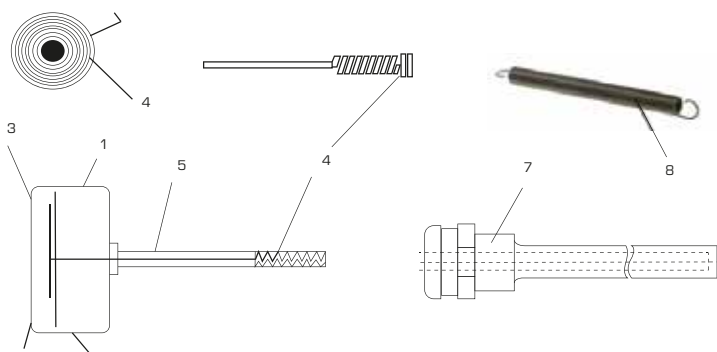

Рис. 13.3. Устройство показывающего стрелочного термометра
Устройство стрелочного термометра показано на рис. 13.3. Он состоит из корпуса (1) со шкалой (2), закрытой стеклом (3), термочувствительной биметаллической пружины (4), штока (5) (для погружного термометра), стрелки (6). Погружной термометр комплектуется резьбовой защитной гильзой (7), а накладной – прижимной пружиной (8).